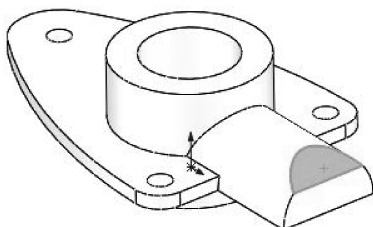

图 3-110 创建拉伸切除特征
- 退出草绘环境后, 在拉伸属性面板中设置拉伸深度类型为【两侧对称】, 单击【应用】按钮, 完成拉伸切除, 如图 3-110 所示。